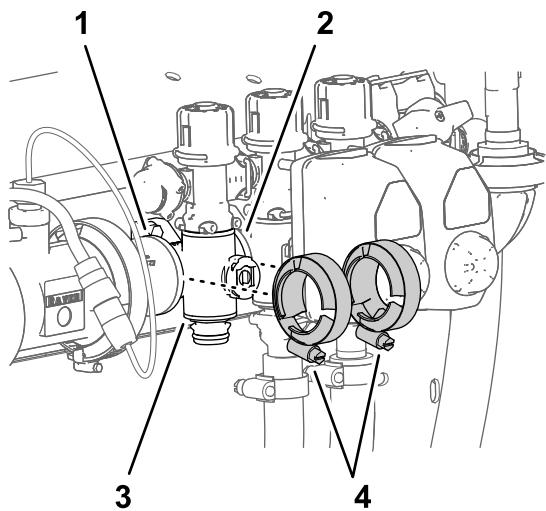

Figura 111
3. Rimuovete i 2 morsetti flangiati che fissano la valvola del collettore della sezione alle flange dei componenti vicini (**Figura 111**).